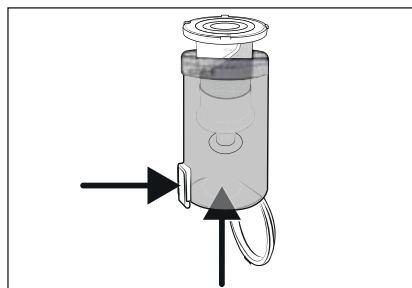

Fig. 18
- 3) Rimuovere il filtro in acciaio inox ⑤ dal contenitore di raccolta della polvere ⑥ premendo il tasto di sblocco per il coperchio del contenitore di raccolta della polvere ⑦. Estrarre, quindi, il filtro in acciaio inox ⑤ dal contenitore di raccolta della polvere ⑥ dal basso (vedere fig. 18).